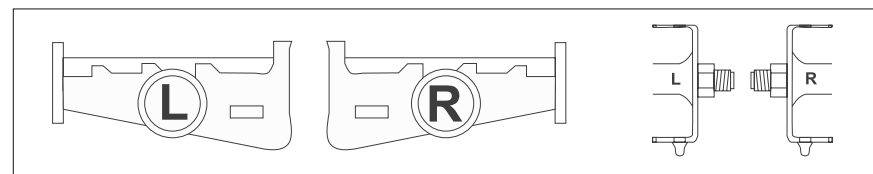

Fig. 14
Étape 5: Installation des pédales (Voir Fig. 14)